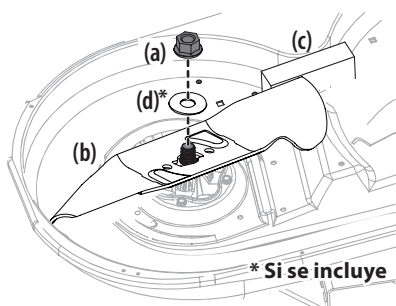

Figura 1
2. Use una llave de 15/16" para sostener la tuerca hexagonal (a) y la arandela (d)* que fijan la cuchilla (b). Se puede colocar un bloque de madera (c) entre el alojamiento de la plataforma y el borde de corte de la cuchilla (b) para ayudar a aflojar la tuerca hexagonal (a) y arandela (d) que fijan la cuchilla. Consulte la Figura 1.